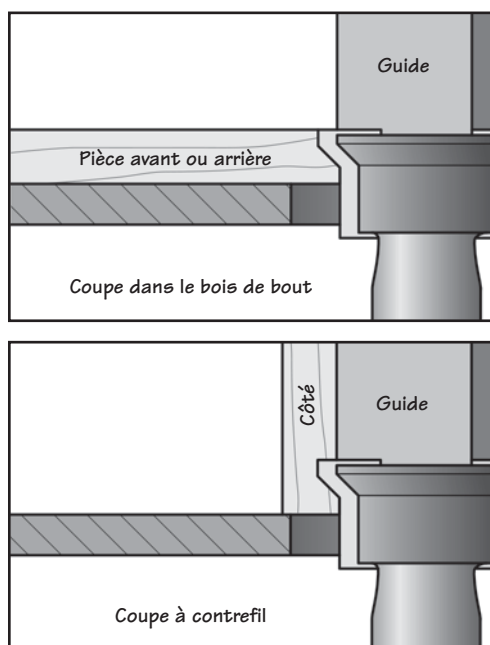

Figure 6 : Types de coupe
3. Avec des pièces de test, exécutez une coupe en bout et une coupe à contrefil, la première correspondant aux parties avant et arrière du tiroir, la seconde représentant les côtés. Assurez-vous que la position du guide demeure la même lorsque vous toupillez les deux pièces. Voir la **figure 6**.